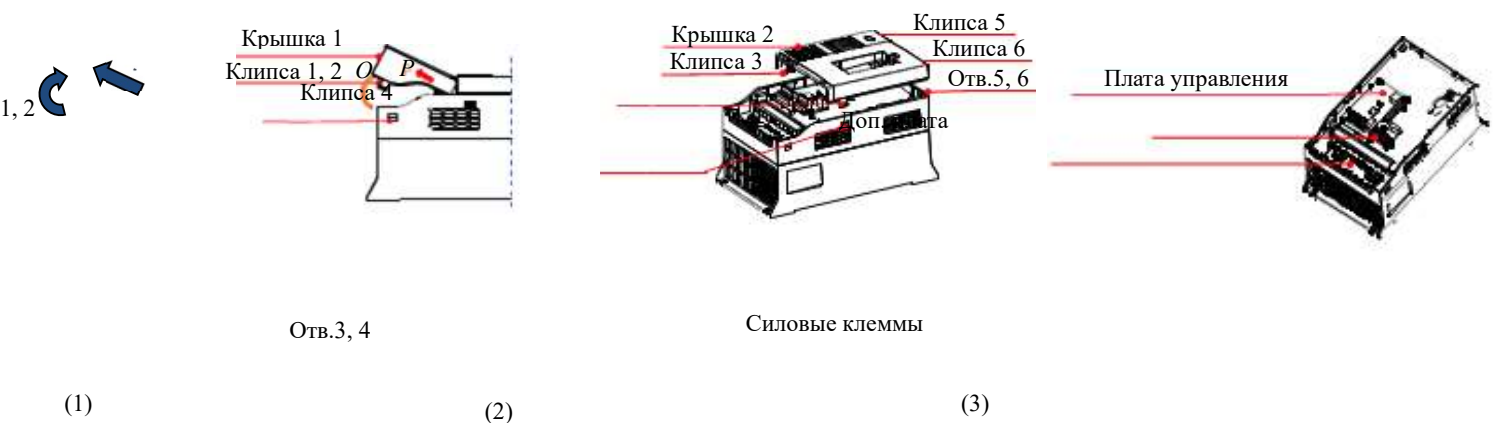

Рис.2-8 (б) ITD...B3 (15~22 кВт)
- ❖ Существует 2 разных типа моделей в пластиковом корпусе см. Рис.2-8(а) и (б).